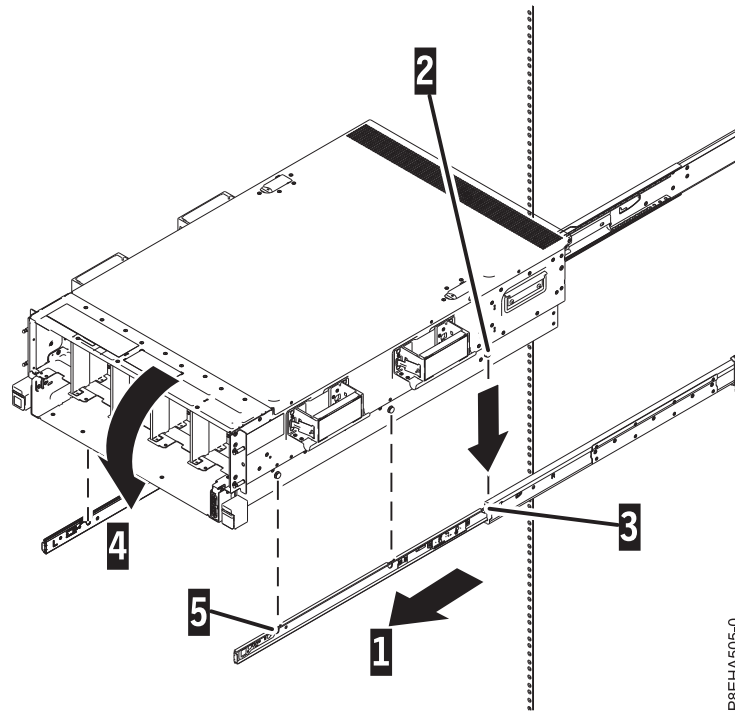

Figura 11. Instalando o chassi no hardware de montagem
1. Amplie o hardware de montagem (1), conforme mostrado em Figura 11 na página 11.
4. Incline a frente do sistema para cima, para que os pinos do chassi traseiro (2) sejam inseridos nos orifícios traseiros do hardware de montagem (3), conforme mostrado em Figura 11.
5. Incline a frente do sistema para baixo, para que os pinos do chassi sejam inseridos nos orifícios frontais (4 e 5) e intermediários no hardware de montagem, conforme mostrado em Figura 11.